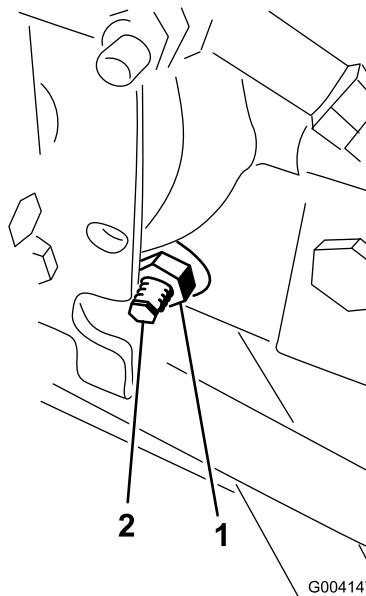

Рисунок 45
3. С правой стороны гидростата ослабьте контргайку кулачка регулировки тяги (Рисунок 45).